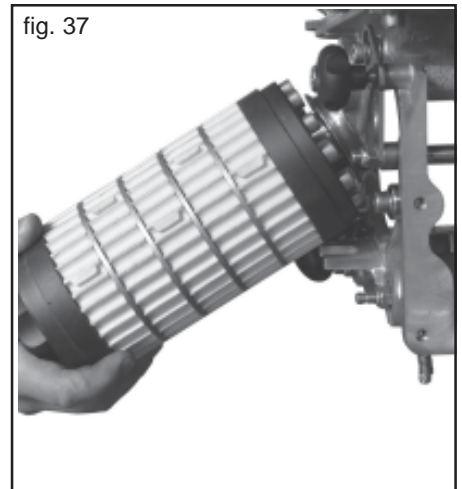

fig. 37
- 2) Handrad weit loesen oder ganz abschrauben. (Fig. 37).